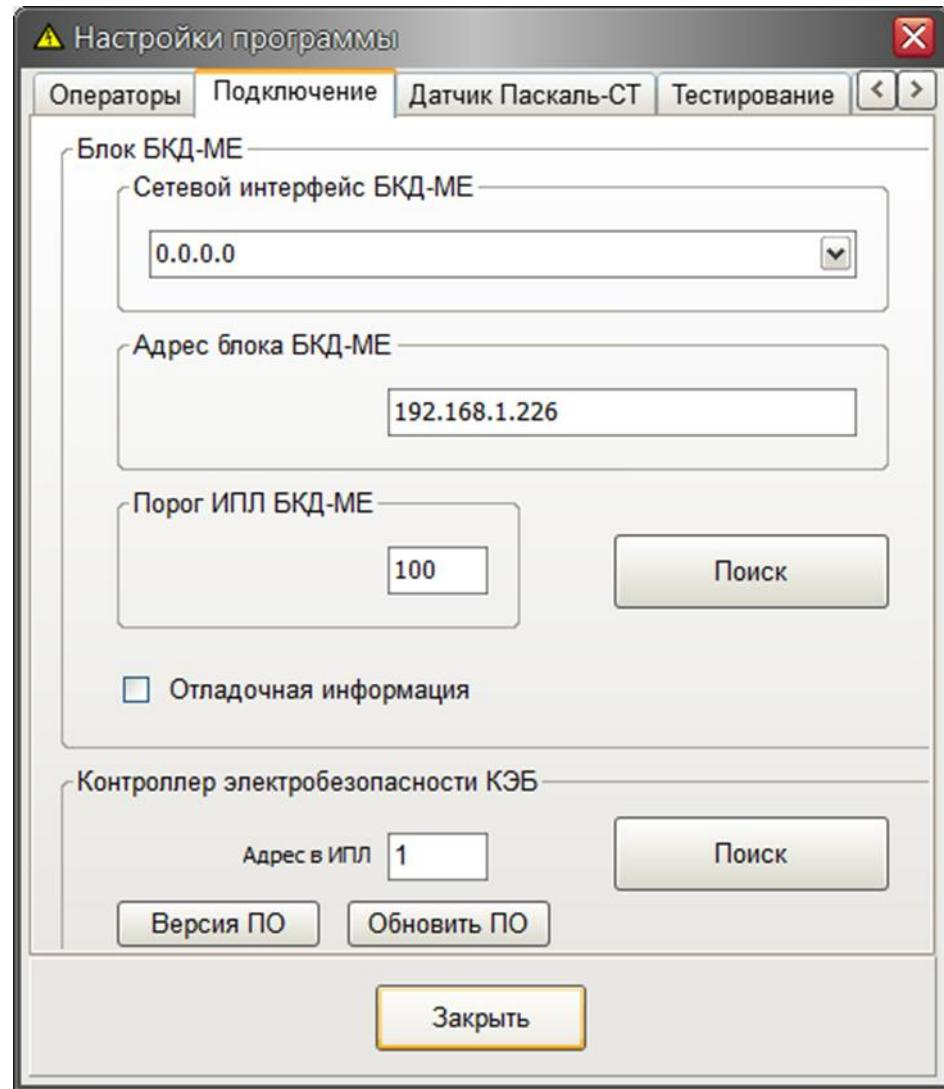

Рисунок 7 – Ввод адреса стенда
8. На вкладке «Подключение» указать параметры подключения программы к блоку БКД-МЕ, входящему в состав стенда (рисунок 7). Нажать «Поиск» в верхней части окна и выбрать в таблице найденный БКД-МЕ и нажать «OK». Затем выполнить поиск блоков БПДД-RS (контроллеров КЭБ), подключенных по ИПЛ к БКД-МЕ. Для этого нажать на «Поиск» в нижней части окна. В окне «Обнаружены стенды» выбрать шкаф ЭБ. Если стенд состоит из нескольких шкафов ЭБ, то они все будут отображаться с разными адресами.